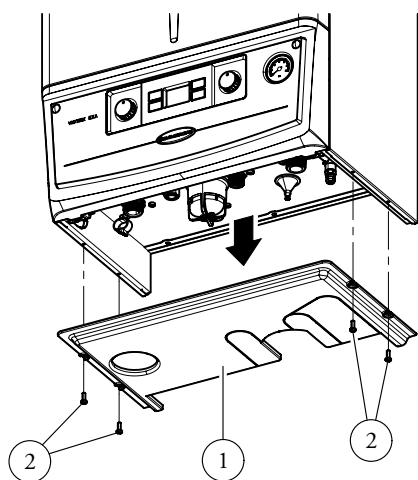
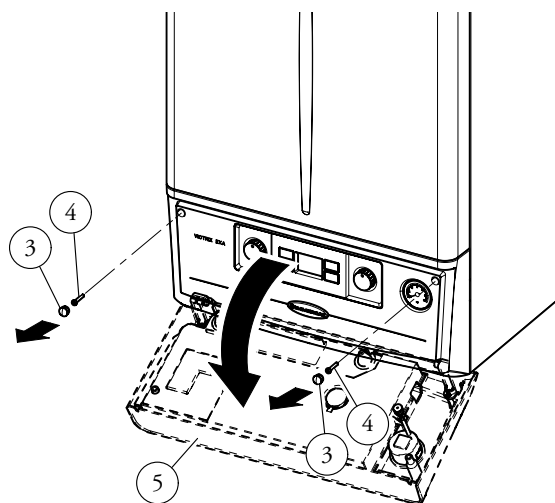
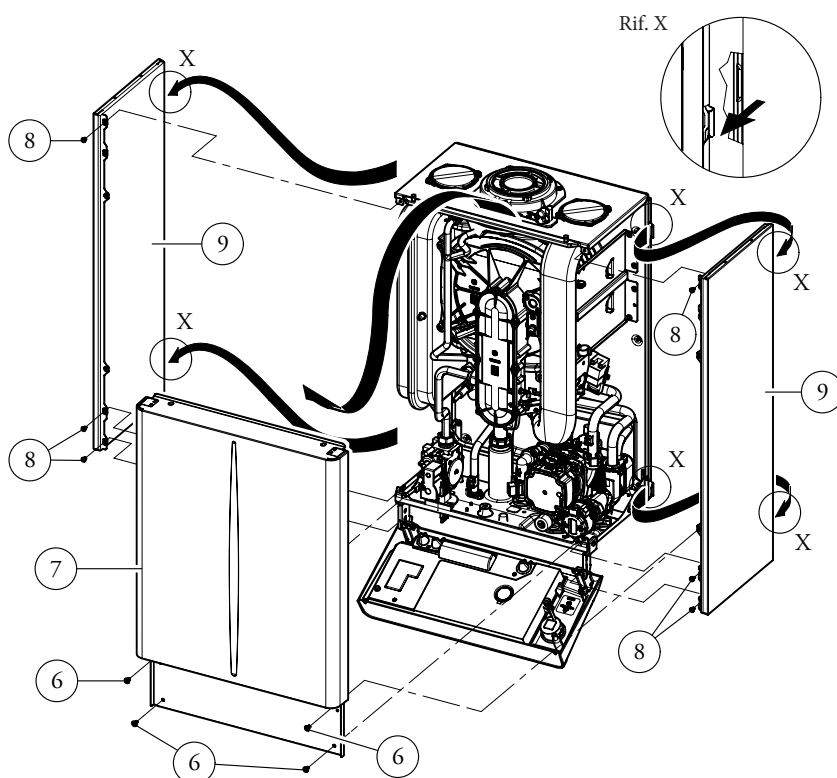

Fig. 3-5a
Fig. 3-5b
Fig. 3-5c
• **Griglia inferiore (Fig. 3-5a).**
- 1) Svitare le viti (2).
- 2) Sfilare la griglia (1).
• **Frontalino (Fig. 3-5b).**
- 3) Estrarre i tappi di copertura (3) e svitare le viti (4).
- 4) Far basculare il cruscotto (5) verso se stessi.
• **Mantello (Fig. 3-5c).**
- 5) Svitare le viti (6) che fermano la facciata mantello (7) e i due fianchi (8).
- 6) Tirare leggermente la facciata mantello (7) nella parte inferiore verso se stessi e nel contempo spingere verso l'alto.
- 7) Svitare le viti (8) presenti sui fianchi (9).